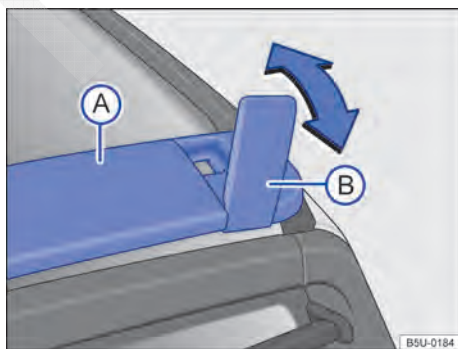

Fig. 87 No teto: travessa e suporte articulado.
Utilizar somente a travessa do teto → Fig. 87 (A) e os suportes articulados (B) como apoio para fixar os objetos com maior altura ou que não possam ser acomodados totalmente no assoalho do compartimento de carga → ⚠️.